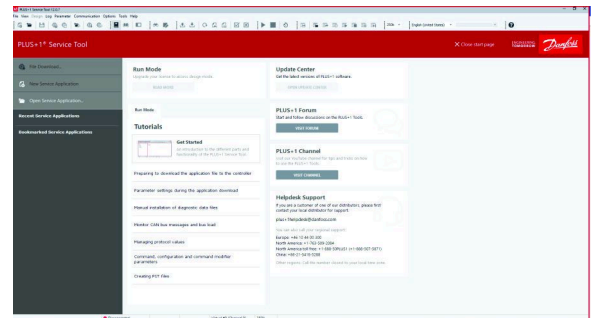

Figure 38
**Remarque:** L'application Outil de service Plus+1 s'affiche sur votre ordinateur portable (Figure 38).